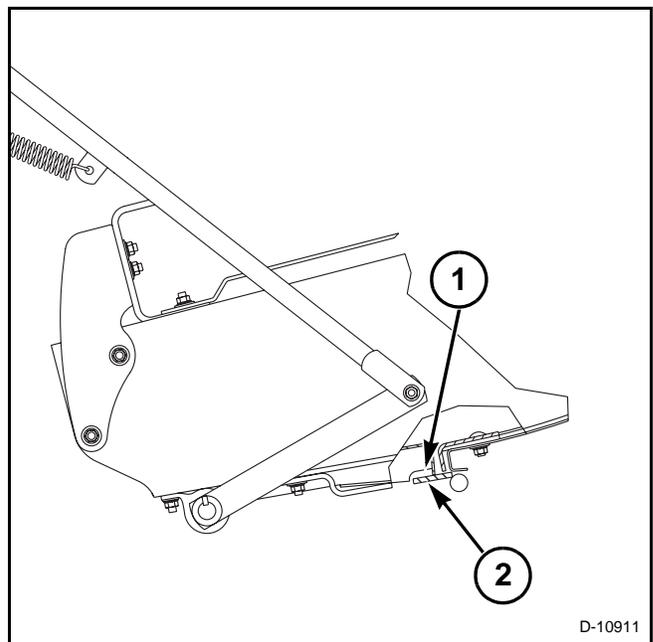

FIG. 116
FIG. 116: Antes de iniciar la prueba, asegúrese de que la puerta del sensor del dispositivo de llenado está trabada en la posición desplazada. Sostenga la puerta del sensor del dispositivo de llenado (1) hacia abajo contra el tope inferior de la puerta (3) mediante pinzas de traba.